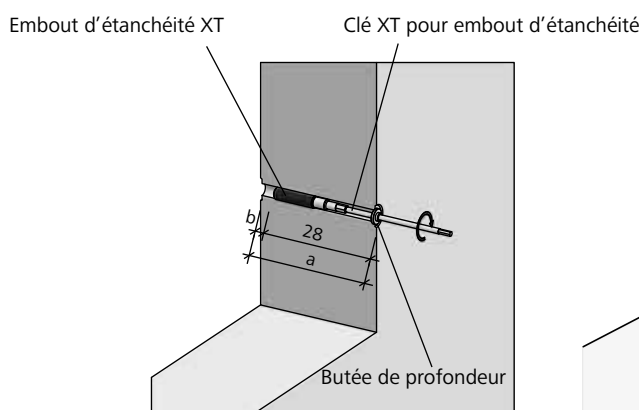

Fig. 79.3
3. Insérer l’embout d’étanchéité, à partir de la deuxième face du coffrage (trou de banche de grand diamètre), dans le trou laissé par la tige conique XT à l’aide de la clé spécifique XT et serrer avec un couple de 14 Nm (Fig. 79.3). L’utilisation d’une clé dynamométrique est recommandée pour le serrage.
La butée de profondeur doit être réglée et bloquée (embout d’étanchéité XT inclus) sur 28 cm (Fig.79.3).